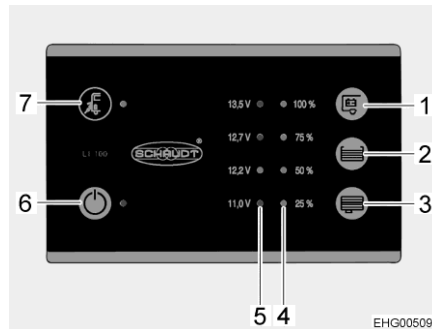

Fig. 73 Panneau de contrôle (LT 100)
La DEL jaune près du symbole de raccordement électrique "⚡" (Fig. 73,7) est allumée quand le véhicule est raccordé à une tension réseau externe. La DEL reste allumée quand le panneau de contrôle est éteint.
L'interrupteur principal 12 V (Fig. 73,6) établit ou coupe le panneau de contrôle et l'alimentation 12 V de la cellule.
- Appuyer sur l'interrupteur "⏻" (Fig. 73,6) : L'alimentation 12 V de la cellule est assurée. La DEL s'allume en vert.
- Appuyer de nouveau sur l'interrupteur "⏻" (Fig. 73,6) : L'alimentation 12 V de la cellule est coupée. La DEL s'éteint.
L'échelle DEL (Fig. 73,5) indique la tension de la batterie de cellule comme suit :
- Appuyer sur la touche "E3" (Fig. 73,1) : La tension de la batterie de cellule est affichée.
L'échelle DEL (Fig. 73,4) indique le niveau de remplissage du réservoir d'eau fraîche ou de celui d'eaux usées.
Appuyer sur la touche "☰" (Fig. 73,2) : Le niveau de remplissage du réservoir d'eau fraîche est indiqué par les DEL allumées.
Appuyer sur la touche "☷" (Fig. 73,3) : Le niveau de remplissage du réservoir d'eaux usées est indiqué par les DEL allumées.